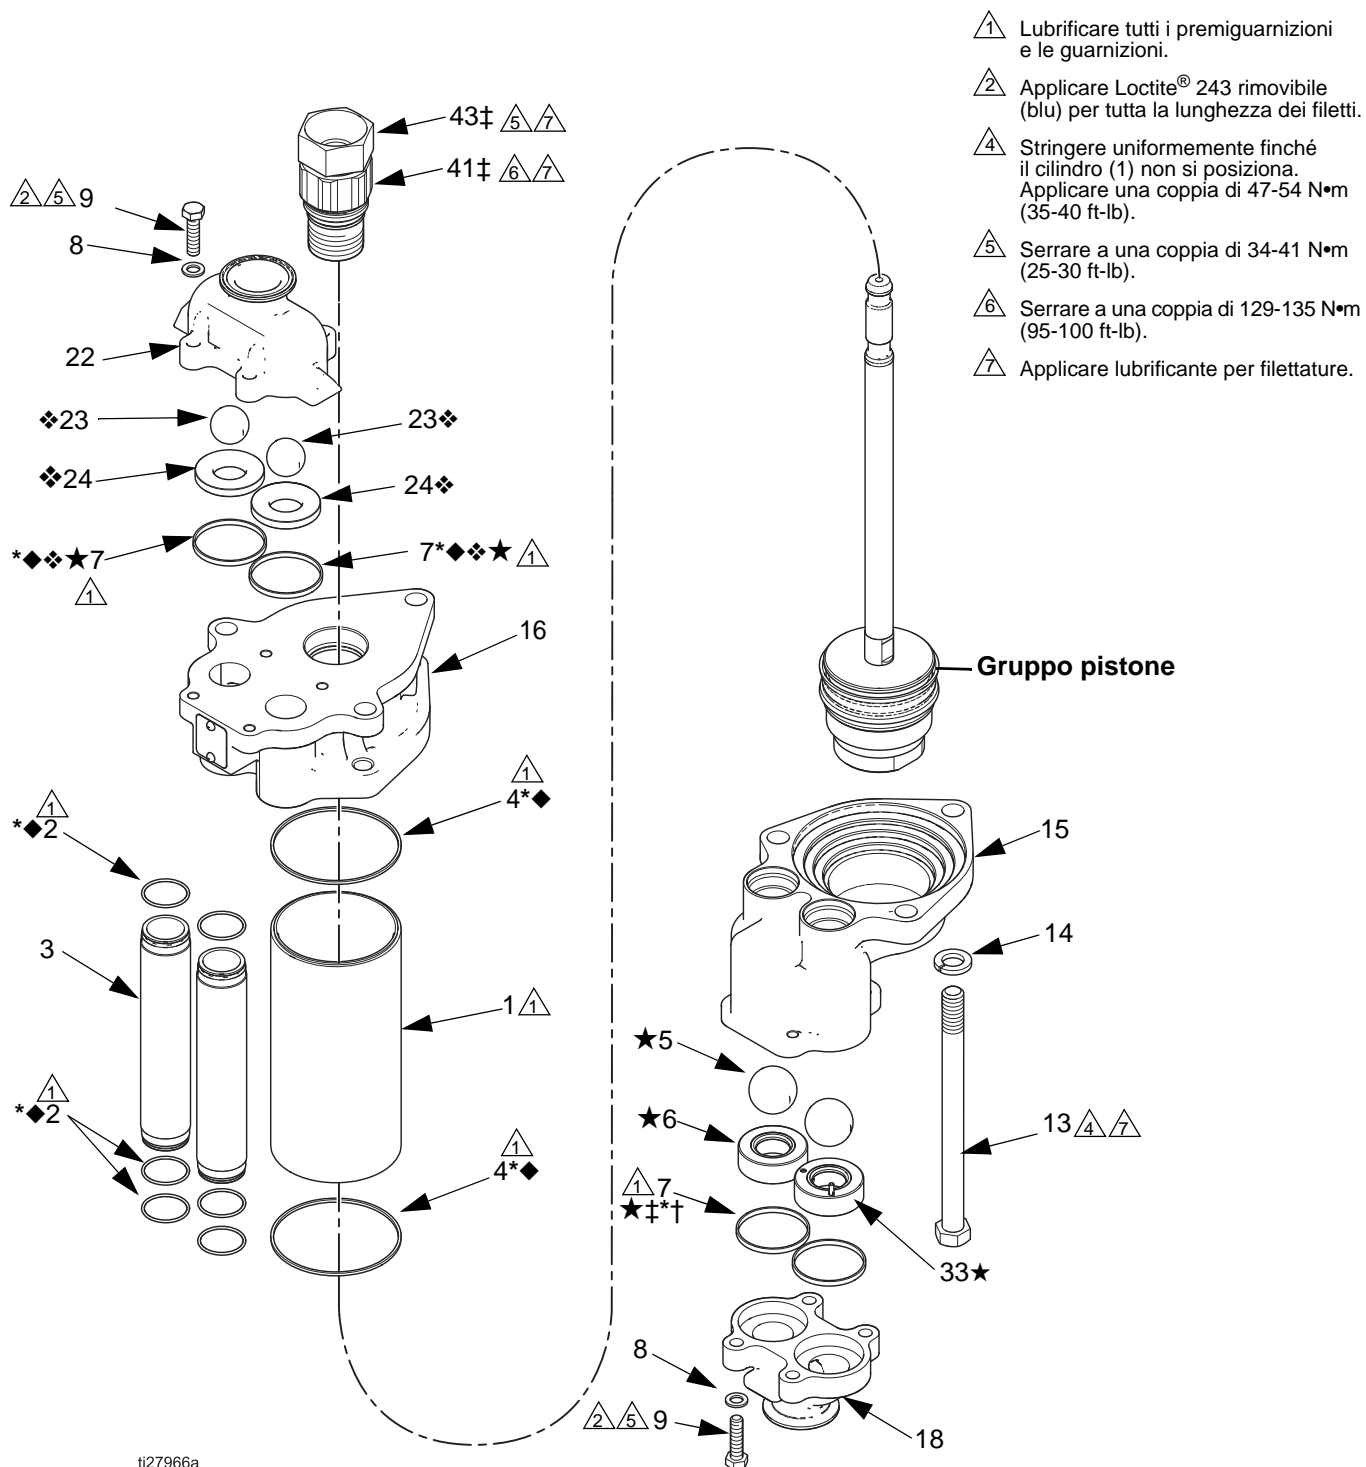

FIG. 5 Vista esplosa dell'unità pompante
NOTA: Per una vista esplosa dei componenti, vedere FIG. 5, pagina 9.
Per una vista esplosa dei componenti, vedere FIG. 5, pagina 9.
La sede della valvola di ritegno in ingresso che dispone della valvola di scarico (6★) deve essere installata all'ingresso del fluido, come mostrato in FIG. 5. La valvola di rilascio pressione riduce il rischio di sovrappressurizzazione della pompa. La sede non può scaricare la pressione se viene installata nell'altro lato del blocco del fluido in ingresso (15).
4. Posizionare il collettore di ritegno in ingresso (18) sul blocco di ingresso del fluido (15). Applicare Loctite® 243 rimovibile (blu) per tutta la lunghezza dei filetti delle viti a brugola (9). Installare le rondelle di blocco (8) e le viti a brugola (9). Serrare a una coppia di 34-41 N•m (25-30 ft-lb). Vedere FIG. 5.